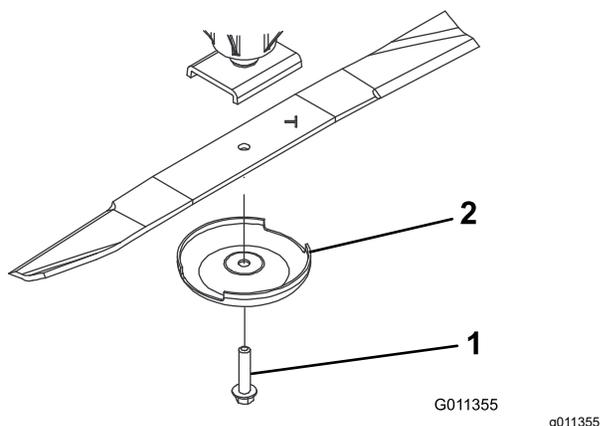

Рисунок 90
3. Снимите болт ножа, защитный колпак и нож с вала шпинделя (**Рисунок 90**).